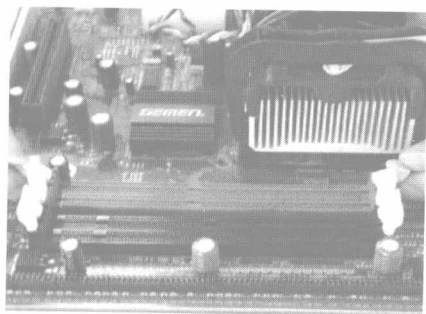

图 1.13 DDR 内存条插槽
(1) 找到主板上的内存插槽,掰开插槽两端的锁扣,如图 1.13 所示。